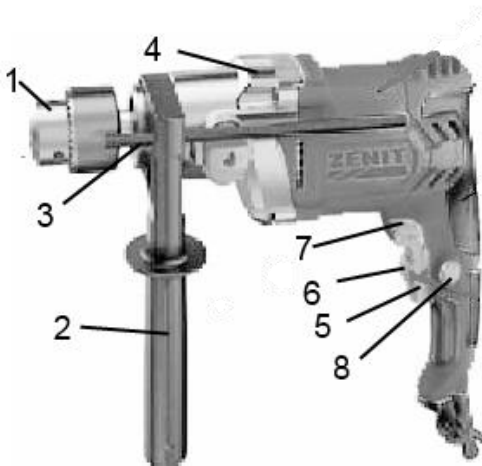

Рисунок 1
Виріб має два режими свердління: ударно-обертальний і обертальний. Перемикання режимів роботи виробу здійснюється переведенням перемикача (4) (див. рис.1) у позиції до відповідного символу режиму роботи:
- ударно-обертальний режим - перемикач (4) повинен бути переведеним до упору у бік символу **T**;
- обертальний режим - перемикач (4) повинен бути переведеним до упору у бік символу **2**.
4.2 Виберіть необхідний режим роботи виробу за допомогою перемикача (4) (див. рисунок 1). Перемикач режимів роботи виробу здійснюється переведенням перемикача (4) (див. рис. 1) з одного крайнього положення в інше в бік відповідного символу режиму роботи: